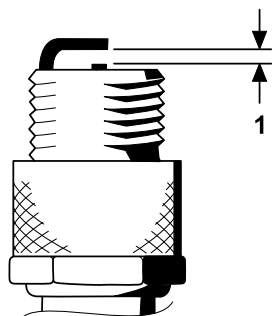

Figura 43
4. Ajuste a folga existente entre a zona central e lateral do elétrodo para 0,76 mm, como se mostra na Figura 43.